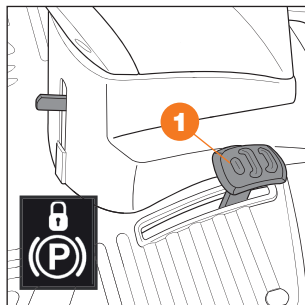

Рис. 33
- Отпустите стояночный тормоз нажатием педали тормоза ❶ (Рис. 33).